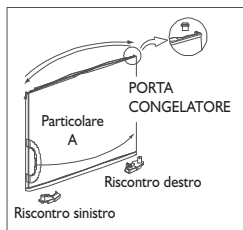

Fig. 8
8. Rimuovere la bussola superiore e inserire nel foro sinistro. Rimuovere il riscontro destro della porta e montare quello sinistro (presente nel sacchetto del manuale utente) a sinistra. (Fig. 8)
- 8.1 Rimuovere i coperchi della maniglia della porta. Svitare le viti che trattengono la maniglia della porta. Montare la maniglia della porta sul lato destro procedendo in senso inverso rispetto alla sequenza precedentemente descritta. (Fig. 8/ Particolare A) (solo per design "New Emotion")